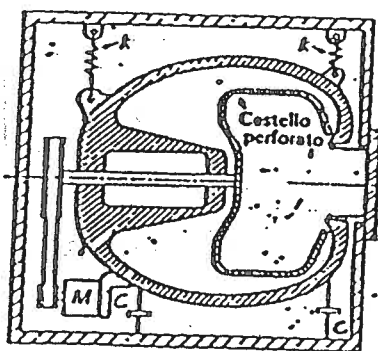
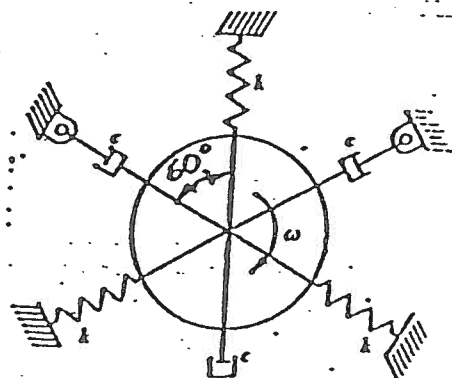

fig. 1
fig. 2
In una lavatrice automatica, il cui schema è rappresentato in fig.1, il cestello perforato che contiene la biancheria è posto all'interno di un involucro stagno, che contiene acqua durante la fase di lavaggio ed è vuoto durante la centrifugazione. Per assorbire l'effetto delle oscillazioni dovute a sbilanciamento del carico durante la centrifugazione, è previsto un sistema di molle e di smorzatori viscosi. In fig.2 è rappresentata la loro disposizione in un piano perpendicolare all'asse di rotazione.
Come mostrato dalla fig. 1 a pag. 59, vi sono due sistemi di molle e smorzatori uguali a quello analizzato, disposti su due piani paralleli ed ortogonali all'asse del cestello. La costante elastica ed il fattore di smorzamento equivalenti sono dunque rispettivamente $3k$ e $3c$.
Nel primo modo di installazione (fig. 1) risulta:
Aggiungendo il blocco di calcestruzzo e modificando la sospensione (fig. 2), T_0 deve restare inalterato e quindi, per la (1), ω_n non può essere modificato: